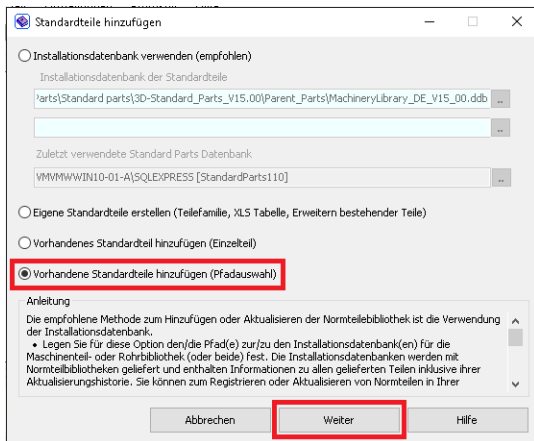

Abbildung 19
5.4. Die schnellste und einfachste Methode, alle installierten Normteile zur Datenbank hinzuzufügen, ist der 4. Punkt „Vorhandene Standardteile hinzufügen“ (Abb. 19).